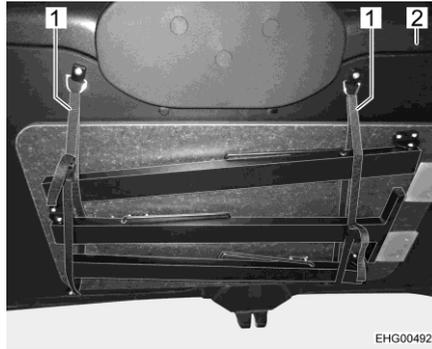

Fig. 14 Table (fixée au portillon arrière) (C 500)
- Fixer correctement la table avec 2 ceintures (Fig. 14,1) au portillon arrière (Fig. 14,2).